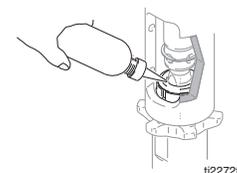

FIG. 12
3. (Fig. 12) Remplir l'écrou de presse-étoupe de liquide TSL de Graco.